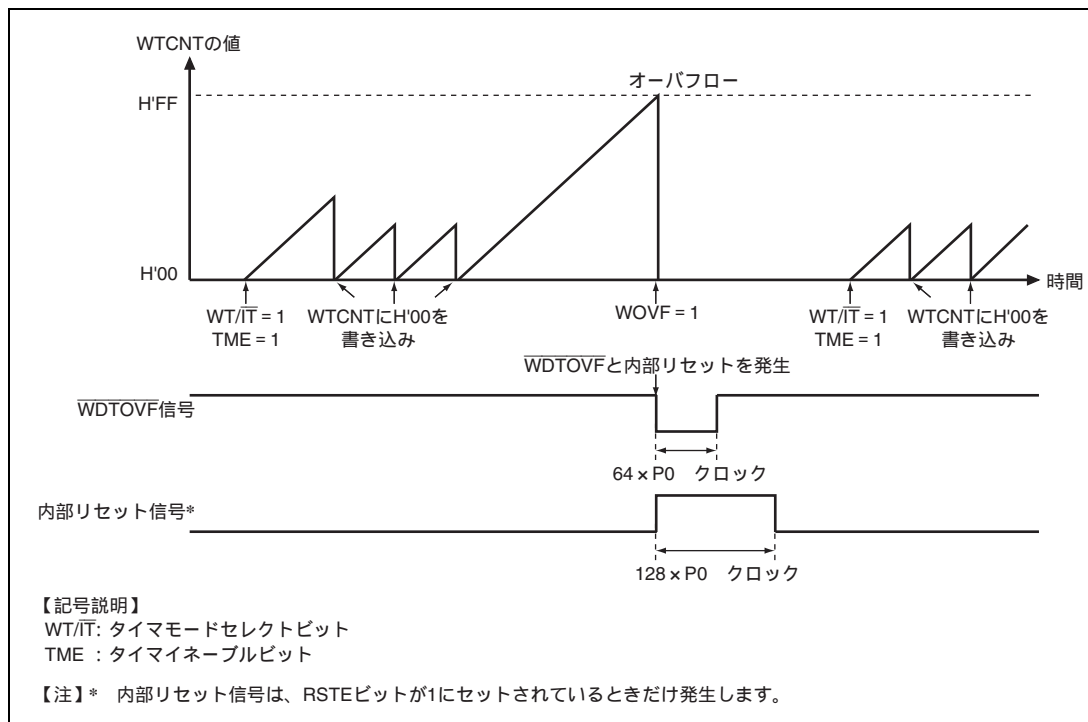

図 14.4 ウォッチドッグタイマモード時の動作
4. カウンタがオーバーフローすると、本モジュールはWRCSRのWOVFを1にセットして、 $\overline{\text{WDTOVF}}$ 信号が外部に出力されます。これを図14.4に示します。この $\overline{\text{WDTOVF}}$ 信号を用いて、システムをリセットすることができます。 $\overline{\text{WDTOVF}}$ 信号は、 $64 \times P0$ クロックの間出力されます。